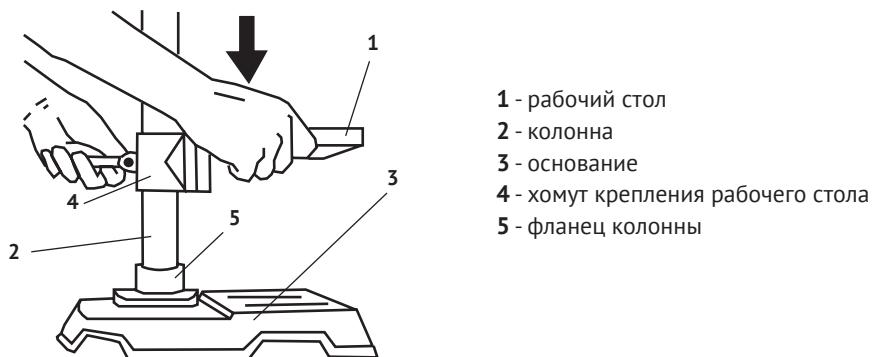

рис. 2
- установить основание (рис.2 поз.3) на поверхность верстака (рабочего стола) и закрепить, используя крепёжных отверстия, для надёжной фиксации;
- совместить три отверстия фланца колонны (рис.2 поз.5) с соответствующими отверстиями основания и скрепить 3-мя болтами.
Рабочий стол поставляется в сборе с хомутом (рис.2 поз.4) и болтом затяжным (рис.3 поз.1), фиксирующим рабочий стол на колонне. Надвинуть хомут со столом на колонну и зафиксировать затяжным болтом на нужной высоте. При необходимости сверления высоких заготовок, рабочий стол можно развернуть (ослабив затяжной болт) и использовать основание (рис.2 поз.3) в качестве рабочего стола.